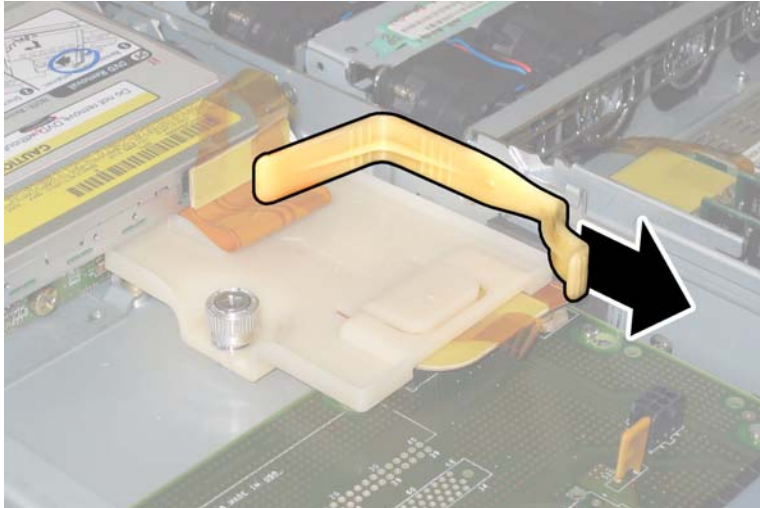

ABBILDUNG 3-13 Entfernen des oberen Kabelhalters
6. Entfernen Sie den oberen Kabelhalter von der Gehäusezwischenwand. Siehe ABBILDUNG 3-13.
Hinweis – Wenn Sie das DVD-ROM-Laufwerk, das Flex-Kabel und seine Kabelhalter wieder einbauen, bringen Sie das Flex-Kabel wieder in die in ABBILDUNG 3-13 dargestellte Faltstellung. Klemmen Sie das Flex-Kabel nicht gegen die Rückseite des DVD-ROM-Laufwerks, da das Flex-Kabel hierdurch beschädigt werden kann.